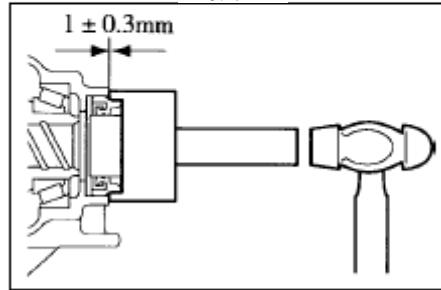

Рис. 75
- Установите масляное уплотнение кожуха трансмиссии (см. Рис. 75).